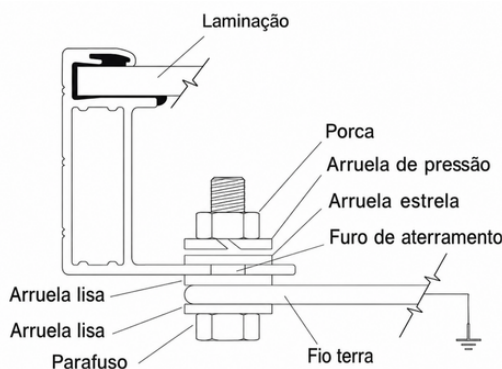

Figura 1
- Utilize parafusos e arruelas M4 para fixar o fio terra e a estrutura de alumínio através dos orifícios de aterramento (conforme mostrado na figura 1). O torque de aperto é de 3 a 7 N.m. Todas as porcas e arruelas devem ser de aço inoxidável. A DMEGC não se responsabiliza por quaisquer defeitos nos módulos solares causados pelo uso dos dispositivos de aterramento.